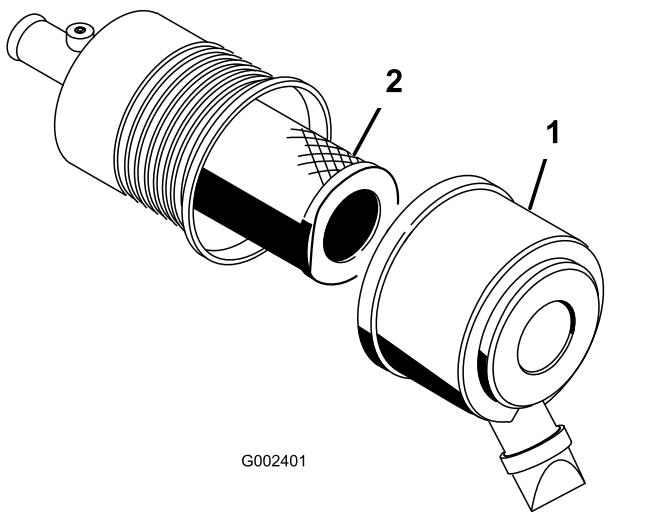

図 44
1. エアクリーナのラッチを外し、ボディーからカバーを抜き出す(図 44)。
3. エアクリーナのボディーから、フィルタをしづかに引き出す(図 44)。
5. フィルタをゆっくり押し込むようにしてボディチューブに取り付ける(図 44)。
6. 上下方向を間違えないように、エアクリーナカバーを正しく取り付け、ラッチを掛ける(図 44)。